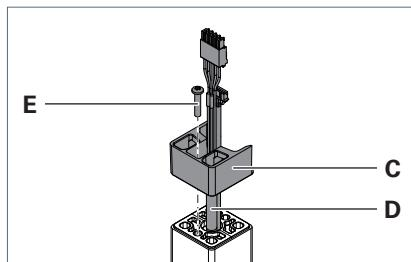

Fig. 2: Montare l'adattatore sul tubo verticale.
- ▶ Fare passare le linee **D** dal basso attraverso l'adattatore **C** e innestare l'adattatore sul tubo verticale, vedere Fig. 2.